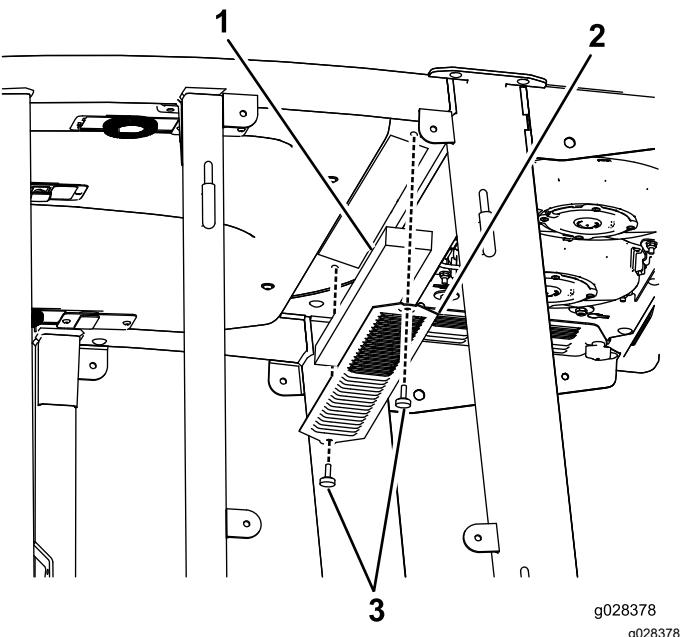
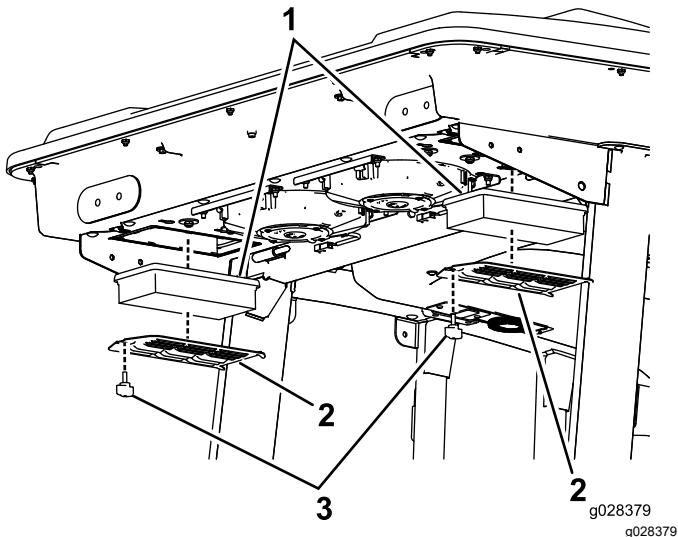
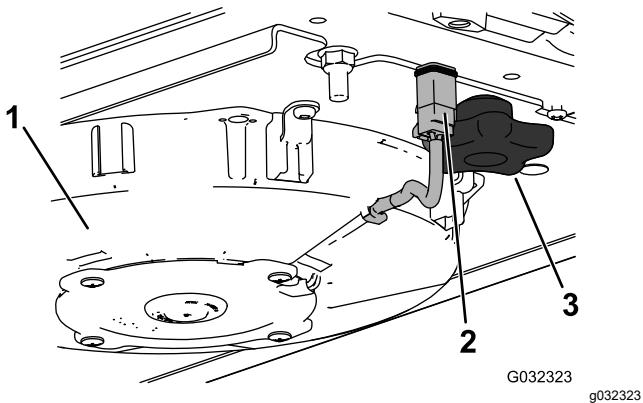
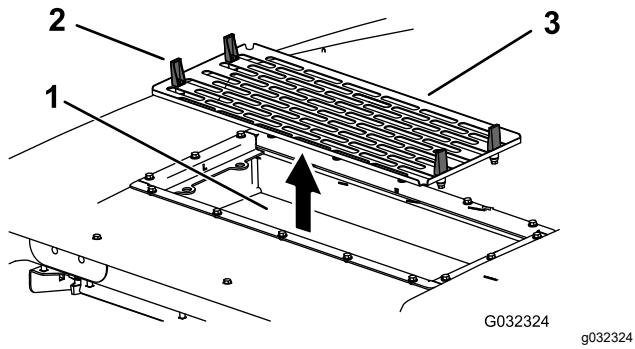

Bild 114
Bild 115
Bild 117
Bild 118
1. Nehmen Sie die Schrauben und Gitter von den internen und hinteren Kabinenluftfiltern ab (Bild 114 und Bild 115).
4. Entfernen Sie die Luftfilter (siehe Bild 115).
6. Bauen Sie Luftfilter, Gitter und Klimaanlage wieder ein (Bild 115, Bild 117 und Bild 118).
7. Schließen Sie das Kabel jedes Lüfters an (Bild 117).